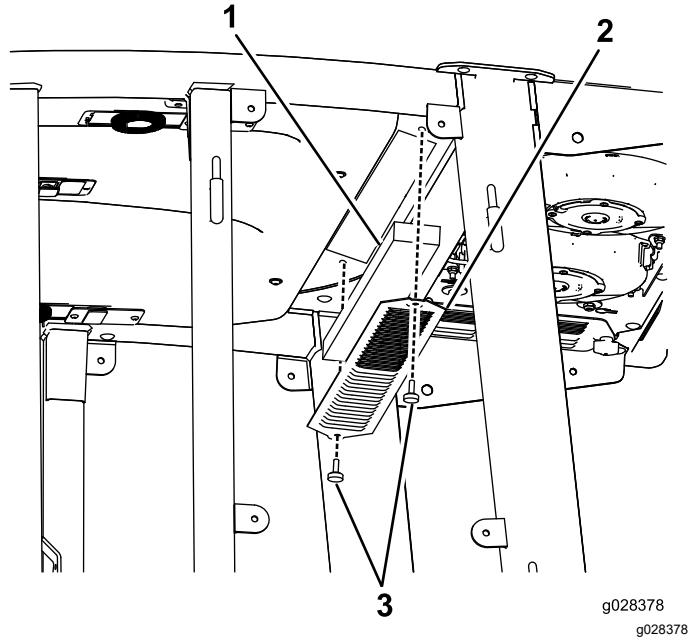

Bild 138
- Nehmen Sie die 22 Schrauben ab, mit denen das Dach befestigt ist, um das Kabinendach von der Kabine abzunehmen (Bild 138).
- Entfernen Sie die Luftfilter (Bild 138).
- Entfernen und reinigen Sie die Klimaanlagen-schlangen (Bild 138).